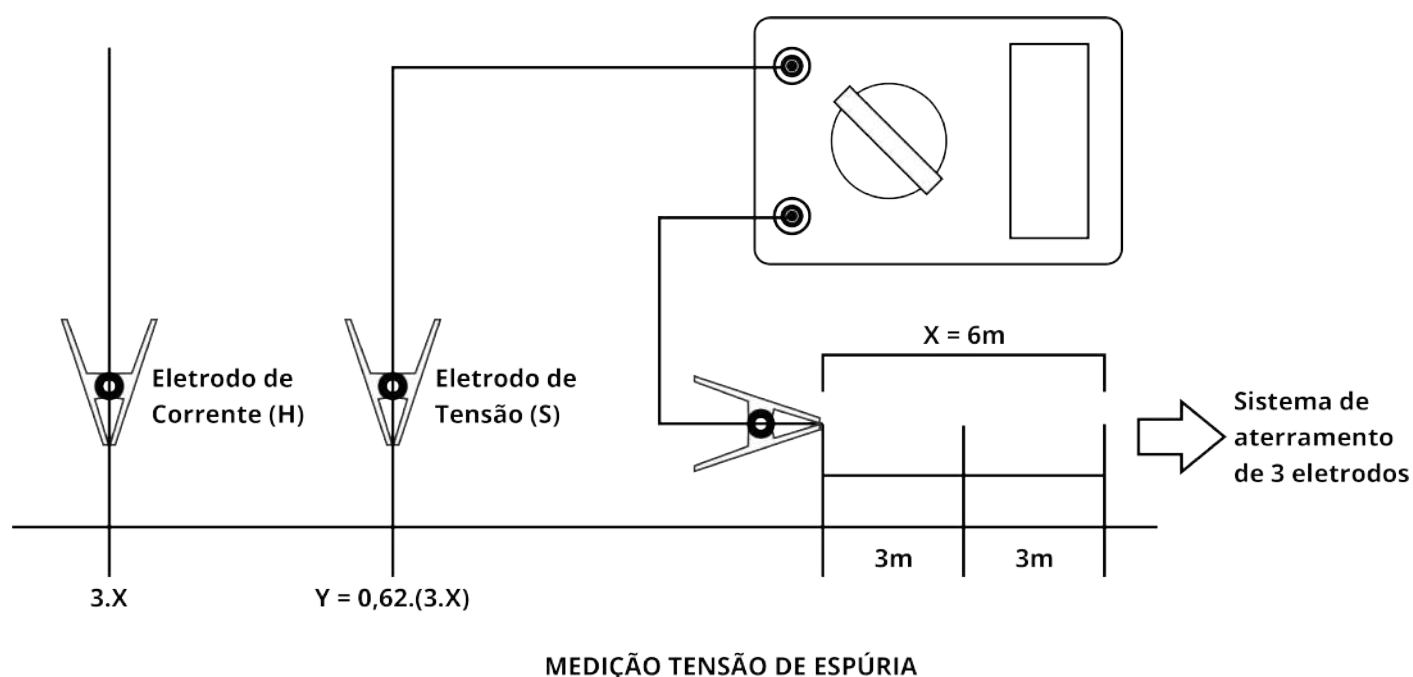

Figura 3
Antes de realizar a medição é importante verificar se existe tensão de espúria no sistema a ser medido, a tensão de espúria pode ocasionar medições incorretas no aparelho. Para fazer a medição utilize um voltímetro convencional (não fornecido com o equipamento) e conecte nos cabos (E) e (S) do HTTR-02 no voltímetro conforme figura 3.